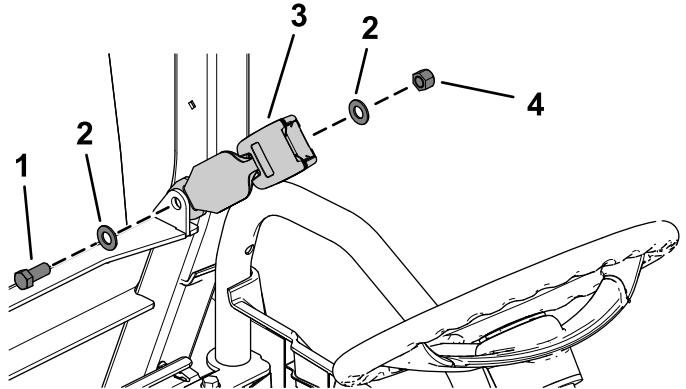

Figura 27
1. Instale um trinco do banco utilizando um parafuso com cabeça flangeada (7/16 x 1 pol.), 2 anilhas de cabeça chata e uma porca de bloqueio (7/16 pol.), como se mostra na Figura 27.